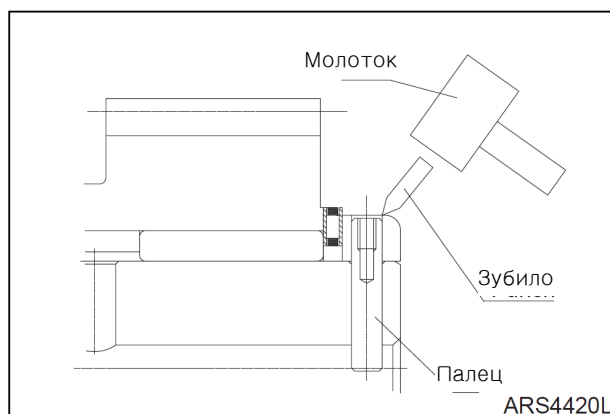
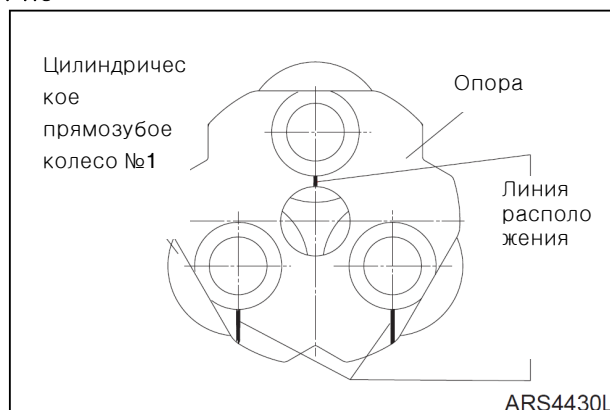

Рис. 77
Рис. 78
5. Проверьте выравнивание отверстия пальца (12) на валу (11) и отверстие пальца (12) на водиле (9). Если отверстия не совпадают, выровняйте их, используя приспособление (6). Введите палец (12) на 1 мм ниже поверхности водила (9) с помощью молотка и приспособления (9).
Закрепите в двух точках, отстоящих друг от друга на 180° торцовую поверхность пальца (12) в отверстии водила (9) (рис.77), для исключения выпадения пальца.
6. Установите два оставшихся блока шестерен (6), повторив предшествующие операции.
8. Когда установка завершена, нарисуйте линии на верхней поверхности водила (9), как показано на рис. 78, чтобы сделать совмещение шестерен проще. Все три линии должны быть параллельны.